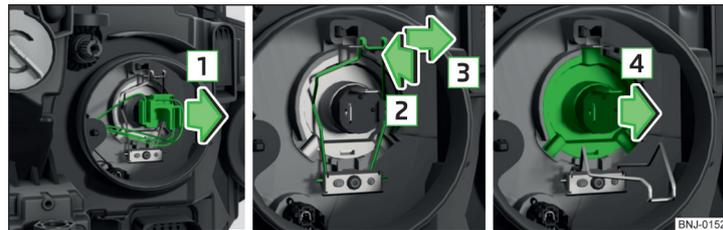

Fig. 206 Cambiar la bombilla para luz de cruce y de carretera
- Presione el enclavamiento del conector y retire el conector con sacudidas en la dirección de la flecha **1** » fig. 206.